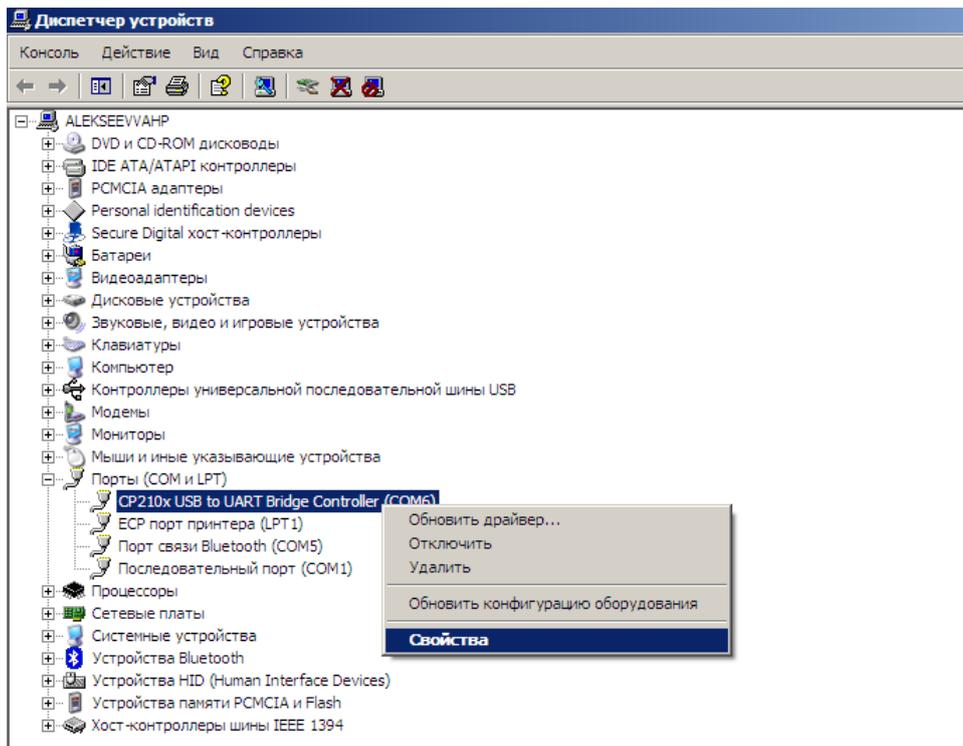

Рисунок 2 - Окно диспетчера устройств
3.4.1.3 В окне «Диспетчер устройств» раскрыть группу «Порты (COM и LPT)», щелкнув на знак «+», расположенный рядом с названием группы. В раскрывшемся дереве выбрать «CP210x USB to UART Bridge Controller», щёлкнув правой кнопкой мыши, выбрать из контекстного меню пункт «Свойства», рисунок 2.